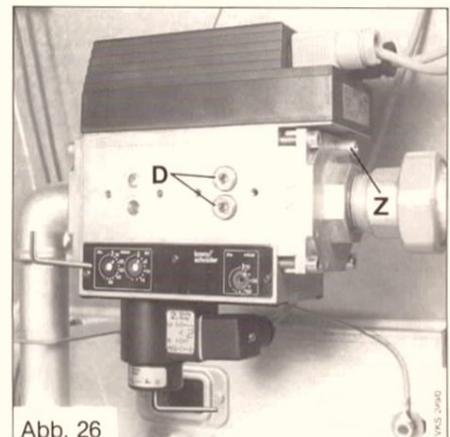

Abb. 26
- Dichtschaube am Gasfließdruckmeßstutzen (Z, Abb. 26) lösen und U-Rohr-Manometer anschließen.